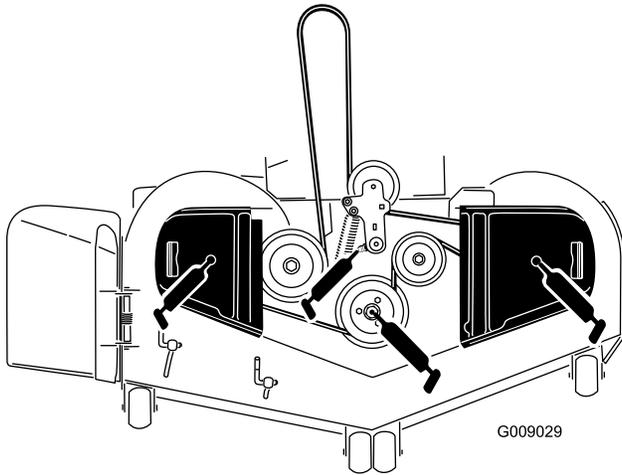

Bild 43
3. Fetten Sie das Drehgelenk der Mähwerkspannscheibe ein, bis Schmiermittel unten austritt (Bild 43).
4. Fetten Sie die Schmiernippel oben an den drei Spindellagern ein, bis das Schmiermittel austritt (Bild 43).